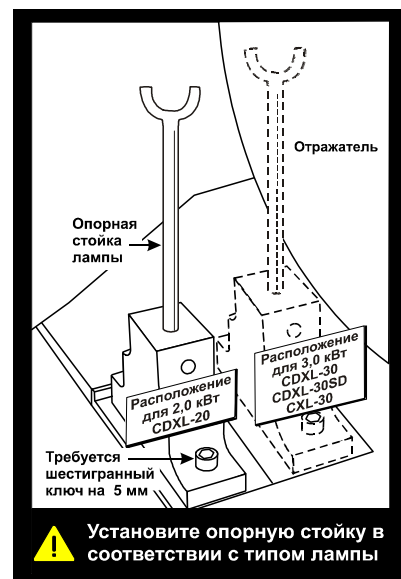

Figure 5-4 Расположение опорной стойки лампы
- Проверьте правильность расположения опорной стойки лампы. (**Figure 5-4**)